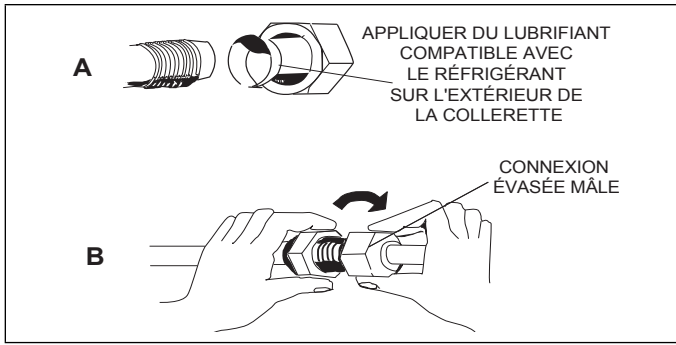

Figure 36. Réalisation des connexions mâles-femelles
- Aligner les conduites de réfrigérant évasées sur les connexions filetées. Commencer par serrer légèrement les écrous évasés pour assurer qu'ils s'engagent correctement comme illustré à la « Figure 36. Réalisation des connexions mâles-femelles ».